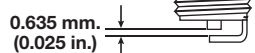

Fig. 34
3. Remplacez toute bougie fendillée, encrassée ou sale. Réglez l'écartement à **0,635 mm (0,025 po)** à l'aide d'une jauge d'épaisseur (Fig. 34).